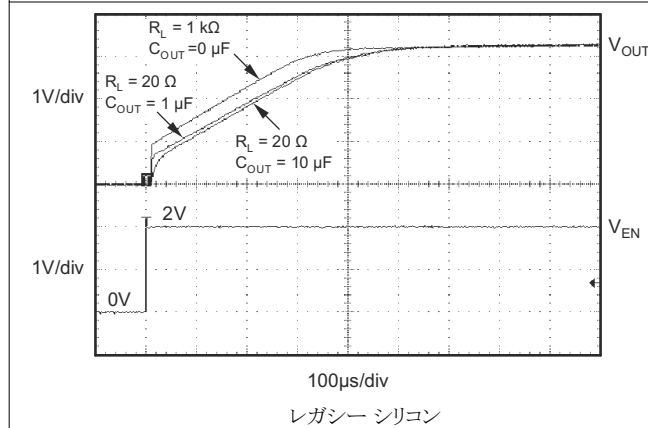

図 5-39. TPS73633 のターンオン応答
イネーブルピン (EN) はアクティブ High であり、標準の TTL-CMOS レベルと互換です。イネーブルピン (EN) はアクティブ High であ標準的な TTL-CMOS レベルと互換性があります。V_{EN} が 0.5V (最大値) 未満になると、レギュレータはオフになり、GND ピンの電流は約 10nA にまで低下します。EN ピンを使用してレギュレータをシャットダウンすると、すべての電荷がパストランジスタのゲートから除去されます。V_{EN} が 1.7V (最小値) を超えるとレギュレータはオンになり、出力は制御された V_{OUT} に戻ります (詳細は 図 5-39 を参照)。